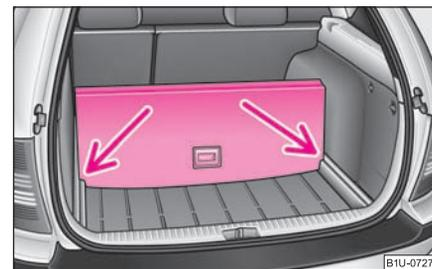

Fig. 80 Diviser le coffre à bagages
- Soulevez la partie du plancher de chargement avec la poignée et fixez-la en la poussant dans les rainures ⇒ fig. 80. ■